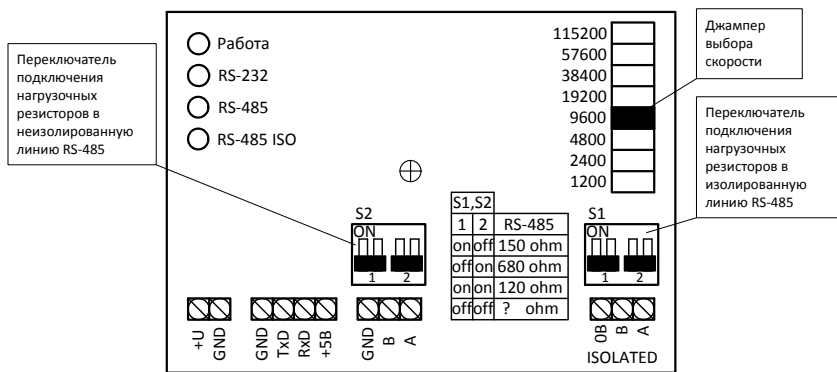

Рисунок 4 Расположение колодок для внешних соединений и переключек
2.3.1 Перед включением нужно установить джампер выбора скорости в нужное положение (см. рис. 4).